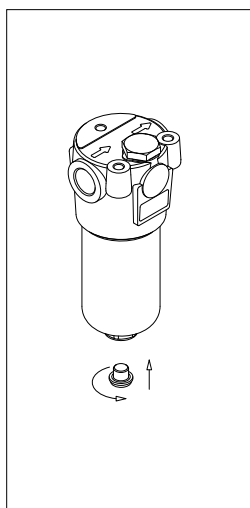

fig. 15
- (Fig. 15) Serrare il tappo di drenaggio facendo riferimento alla tabella delle coppie di serraggio al paragrafo 3